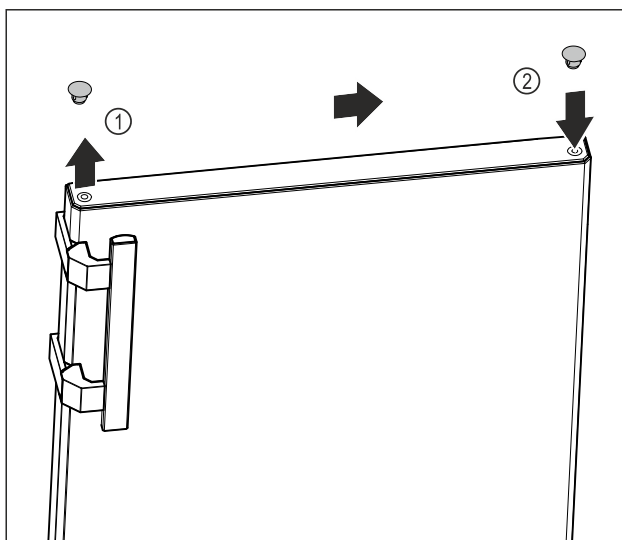

Fig. 18
- Afdekdop van de bovenkant van de deur Fig. 18 (1) voorzichtig optillen met een platte schroevendraaier.
- Plaats de afdekdop aan de andere kant. Fig. 18 (2)